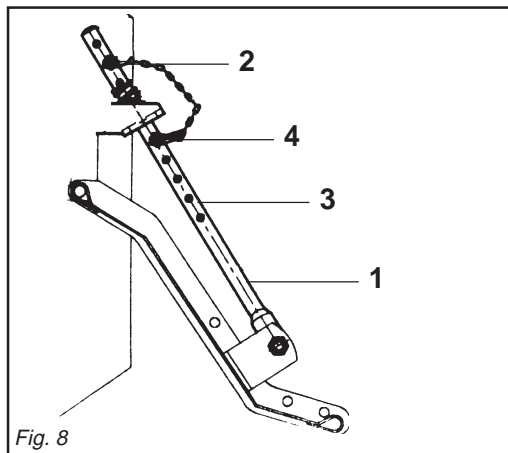

Fig. 8
- 6 - Il martinetto a molla (1 Fig. 8) oltre a sostenere la lamiera livellatrice ed ammortizzarla nel trasporto su strada, serve a evitare il ribaltamento della zappatrice durante il parcheggio.
- 6 - *Besides supporting the levelling plate and acting as a shock absorber for it during road transport, the spring ram (1 Fig. 8) prevents the steerage hoe*
- 6- Die Federwinde (1 Abb. 8) trägt nicht nur das Planierschild und dient beim Straßen-transport zur Dämpfung von Stößen, sondern sie soll auch verhindern, daß die Hackfräse während des Parkens umkippt.
- 6 - *Le vérin à ressort (1 Fig. 8) sert de soutien à la tôle de nivellement et de suspension pendant le transport sur route, pour éviter le basculement du cultivateur lors du stationnement.*
- 6- El gato de resorte (1 Fig. 8), además de sostener la chapa de nivelación y protegerla durante el transporte en carretera, sirve para evitar el vuelco de la binadora durante el estaciona-
A seconda della posizione, determinata dalla copiglia (2 Fig. 8) sui vari fori posti nel tubo del martinetto (3 Fig. 8) si riesce ad aumentare o diminuire l'effetto della lamiera livellante sul terreno.
Durante il lavoro e nel trasporto su strada, la copiglia (4 Fig. 8) va tolta dal tubo del martinetto e lasciata libera.
from overturning when parking. The effect of the levelling plate on the soil can be increased or decreased depending on the position, established by the split pin (2 Fig. 8) in the various holes in the ram tube (3 Fig. 8).
The split pin (4 Fig. 8) must be removed from the ram tube and left free during work and transport on the roads.
Je nach der Position, die durch den Splint (2 Abb. 8) in den verschiedenen Löchern des Windenrohres (3 Abb. 8) festgelegt wird, kann die Wirkung des Planierschilds auf den Boden erhöht oder verringert werden.
Während der Arbeit und beim Straßen-transport ist der Splint (4 Abb. 8) vom Rohr des Hydrozylinders abzunehmen und frei zu lassen.
en changeant la position de la goupille (2 Fig. 8) dans les différents trous du tube du vérin (3 Fig. 8).
Pendant le travail et le déplacement sur route, la goupille (4 Fig. 8) doit être enlevée du tube du vérin et laissée libre.
miento. De acuerdo a la posición, determinada por el pasador (2 Fig. 8) en los diversos orificios del tubo del gato (3 Fig. 8) se logra aumentar o disminuir el efecto de la chapa de nivelación sobre el terreno.
Durante el trabajo y en el transporte en carretera, la clavija (4 Fig. 8) debe ser quitada del cilindro y dejada libre.